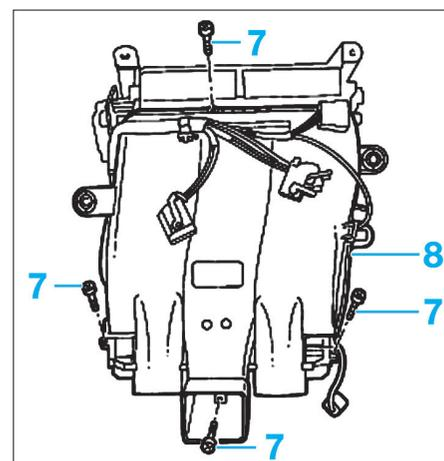

Fig. 18
- Dévisser les vis (7) fixant le conduit d'air brassé inférieur (8) et le déposer (Fig.18).